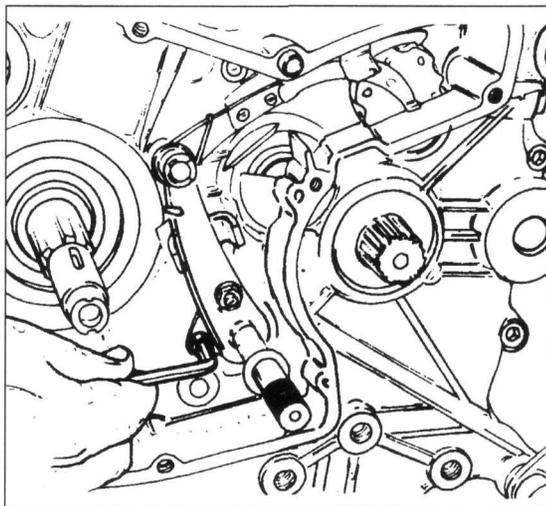

Bild 91
- Den Schaltmechanismus nach Ausdrehen der Befestigungsschraube abnehmen (Bild 91).